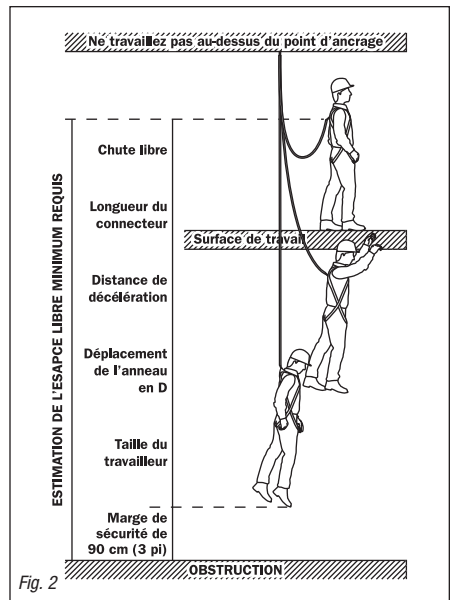

Fig. 2
- 3.2.1 Il doit y avoir suffisamment d'espace sous la surface de travail ou du trajet potentiel de la chute pour arrêter la chute avant d'entrer en collision avec un objet ou un niveau inférieur. Prenez en compte le fait que les absorbeurs peuvent s'allonger jusqu'à 1,75 m (5,7 pi). Tenez compte de tous les composants d'un système antichute. L'utilisation de produits supplémentaires peut affecter la distance de dégagement. Assurez-vous d'inclure une distance de décélération dans le calcul de l'estimation de la distance de chute libre (Figure 2, page F7).